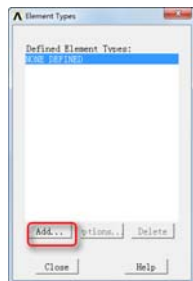

图 9-5 “Element Types”对话框
①指定单元类型：依次选择 Main Menu→Preprocessor→Element Type→Add/Edit/Delete，会弹出“Element Types”对话框，如图 9-5 所示。